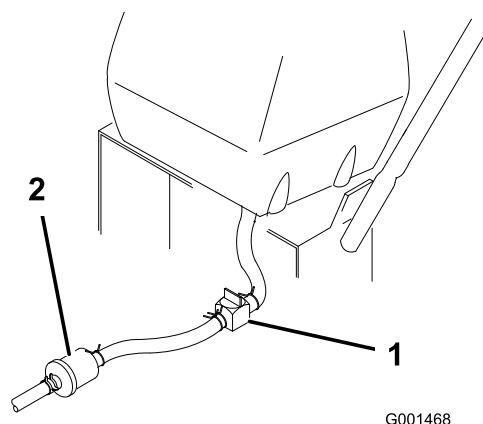

Рисунок 30
3. Закройте клапан отключения подачи топлива на топливном баке (Рисунок 30).
4. Сожмите концы хомута шланга вместе и сдвиньте хомут вверх от топливного фильтра вдоль топливного трубопровода (Рисунок 30).
5. Отсоедините топливный трубопровод от топливного фильтра (Рисунок 30). Откройте клапан отключения подачи топлива и дайте топливу стечь в канистру или сливной поддон.
7. Откройте клапан отключения подачи топлива на топливном баке (Рисунок 30).